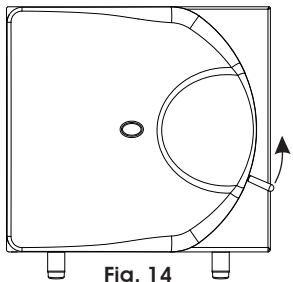

Fig. 14
- 6▶ MANÍPULO** - Localizado na parte frontal-lateral direita da autoclave (Fig. 4). É utilizado para abrir, fechar e travar a porta da autoclave (conjunto painel/tampa). Para verificar a posição correta do fechamento consulte a Fig. 14 (Pág. 14).
- 1► Abra a porta da autoclave pressionando-a contra a câmara e empurrando o manipulador para cima (fig. 14);